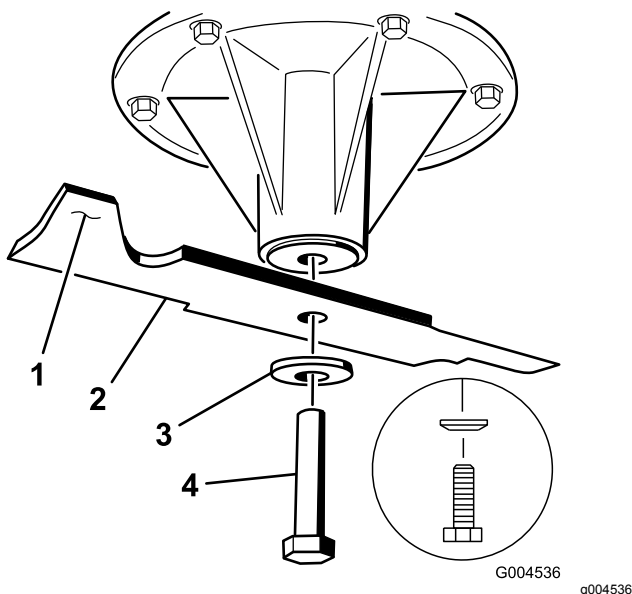

Figura 97
2. Retire del eje el perno de la cuchilla, la arandela curva y la cuchilla (Figura 97).